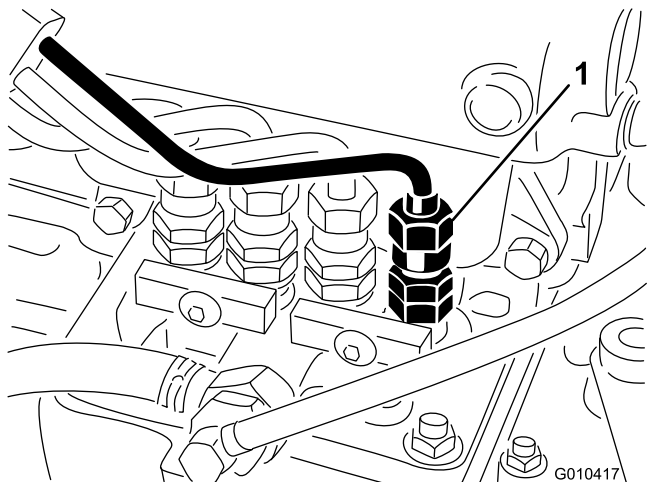

Figura 60
1. Liberte a tubagem que se encontra ligada ao injector nº 1 e à estrutura de suporte da bomba de injeção (Figura 60).